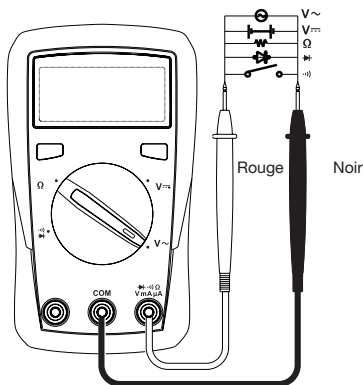

Fig. 2
1. Brancher le câble de mesure rouge au connecteur de mesure $VmA\mu A\Omega$ et le câble de mesure noir au connecteur de mesure COM. Se reporter à la Fig. 2.
3. Brancher les deux pointes de touche à l'objet à mesurer. Lorsque la tension d'entrée (CC) est négative, un Moins s'affiche devant la valeur de mesure.
1. Brancher la fiche du câble de mesure noir dans le connecteur de mesure « COM » et la fiche du câble de mesure rouge au connecteur de mesure rouge « V/ Ω ». Se reporter à la Fig. 2.
Se reporter à la Fig. 2.
1. Brancher la fiche du câble de mesure noir au connecteur COM. Brancher la fiche du câble de mesure rouge au connecteur VmA μ A Ω . Se reporter à la Fig. 2